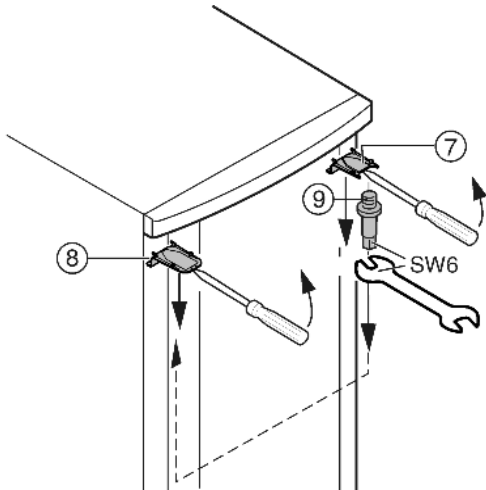

Fig. 8
- Liberare la copertura Fig. 8 (7) in alto e la copertura Fig. 8 (8) con un cacciavite anteriormente e rimuovere inclinando verso il basso.
- Svitare il perno di supporto Fig. 8 (9) e avvitare fermamente sul lato opposto **a 4 Nm**.
- Montare di nuovo la copertura Fig. 8 (7) sul lato del perno di supporto: inserire dietro, inserire a scatto sul lato anteriore.
- Montare la copertura Fig. 8 (8) sul lato opposto: inserire dietro, inserire a scatto sul lato anteriore.
- Agganciare la porta in alto nei perni di supporto Fig. 8 (9).